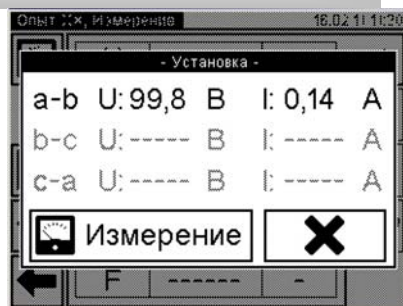
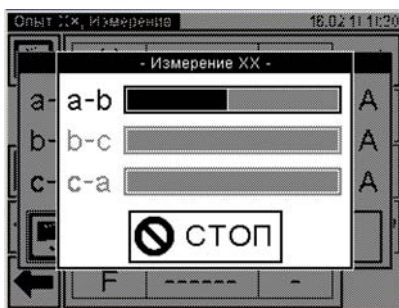
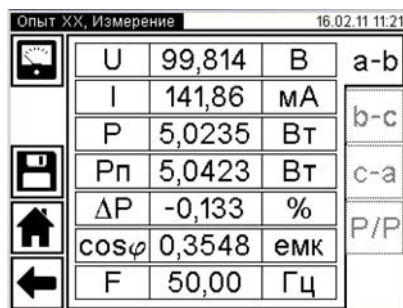

Рисунок 6.43
Рисунок 6.44
Рисунок 6.45
питания, для чего нажать кнопку в окне "Опыт XX. Измерение". На экране появится окно "Установка" (рисунок 6.43).
10) Установить значение междуфазного напряжения, при котором опыт XX проводился на заводе-изготовителе, или значение которое было получено при проведении предыдущего опыта XX, регулируя выходное напряжение внешнего источника питания и наблюдая его значение в окне (рисунок 6.43).
кнопке Измерение (рисунок 6.43). На экране появится окно, демонстрирующее динамику процесса измерения (рисунок 6.44), а затем – окно с результатами измерения (рисунок 6.45), полученные при использовании внешнего источника. При необходимости процесс измерения может быть остановлен нажатием кнопки СТОП.